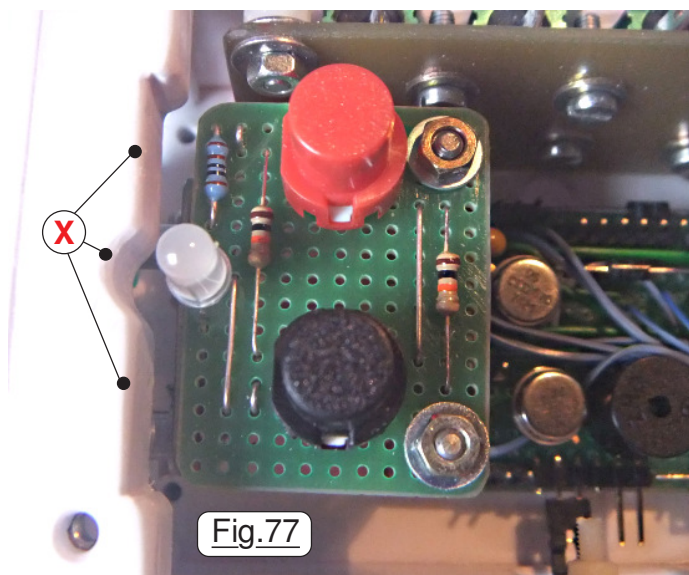

Fig.77
**ATTENTION :** Si vous adoptez exactement les dimensions du prototype, le clavier est très proche de la traverse homologue à **1**. Aussi, et surtout avant de souder cet élément sur le corps, pratiquez avec des limes le dégagement **X** montré sur la Fig.77 prise en gros plan.